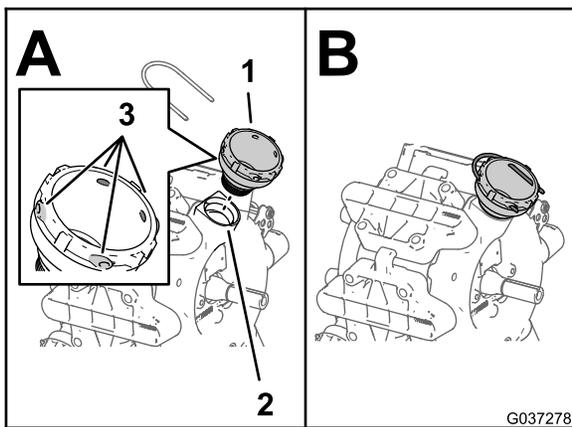
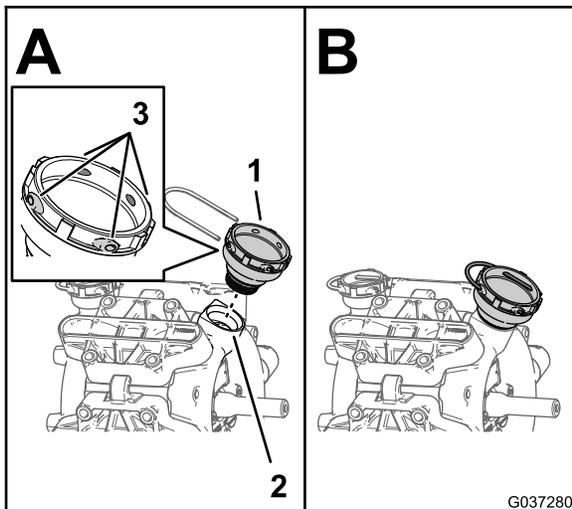

Bild 7
Bild 8
6. Montieren Sie das Anschlussstück 1/2" (38,1 mm) am Rücklaufanschluss der Pumpe (Bild 7 oder Bild 8).